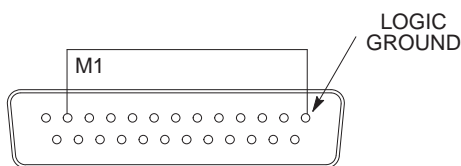

FIGURE 15
2. Mettre cette voie sous silence à l'aide de la borne logique (se reporter à la figure 15-la voie 1 est silencieuse).